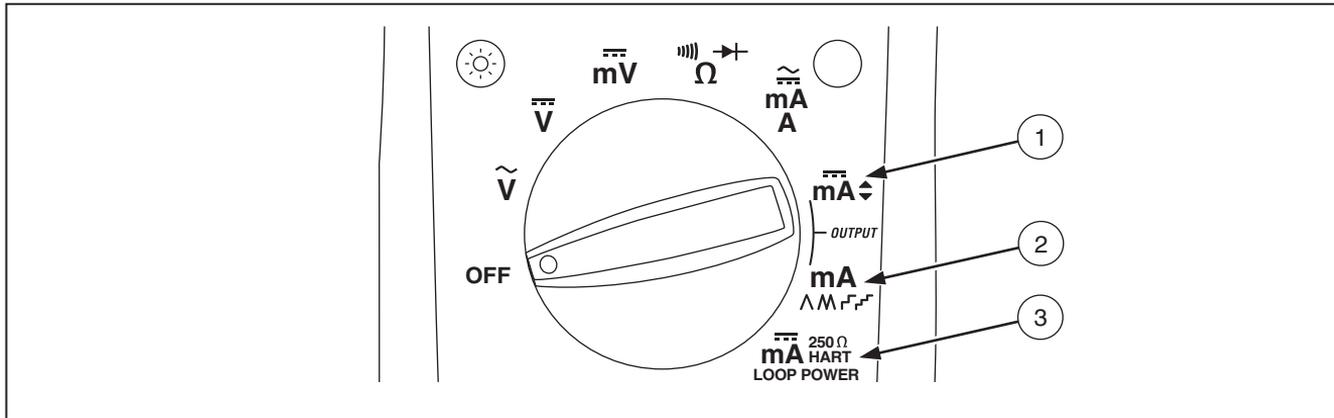

Abbildung 4. Drehknopffositionen für mA-Ausgabe
- Abbildung 4 und die Tabellen 4 und 5 beschreiben die Ausgangsfunktionen der letzten drei Drehknopfpositionen.